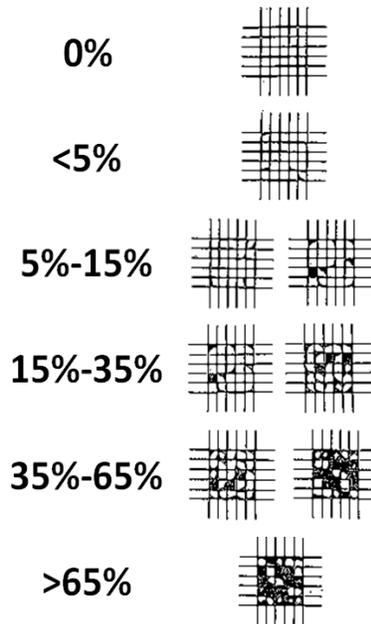

Figure 2 : Perte de matériau suite au test d'adhérence (adapté de la norme ASTM 3359)
13. A l'aide de la Figure 2, estimez la quantité de matière enlevée par le ruban.